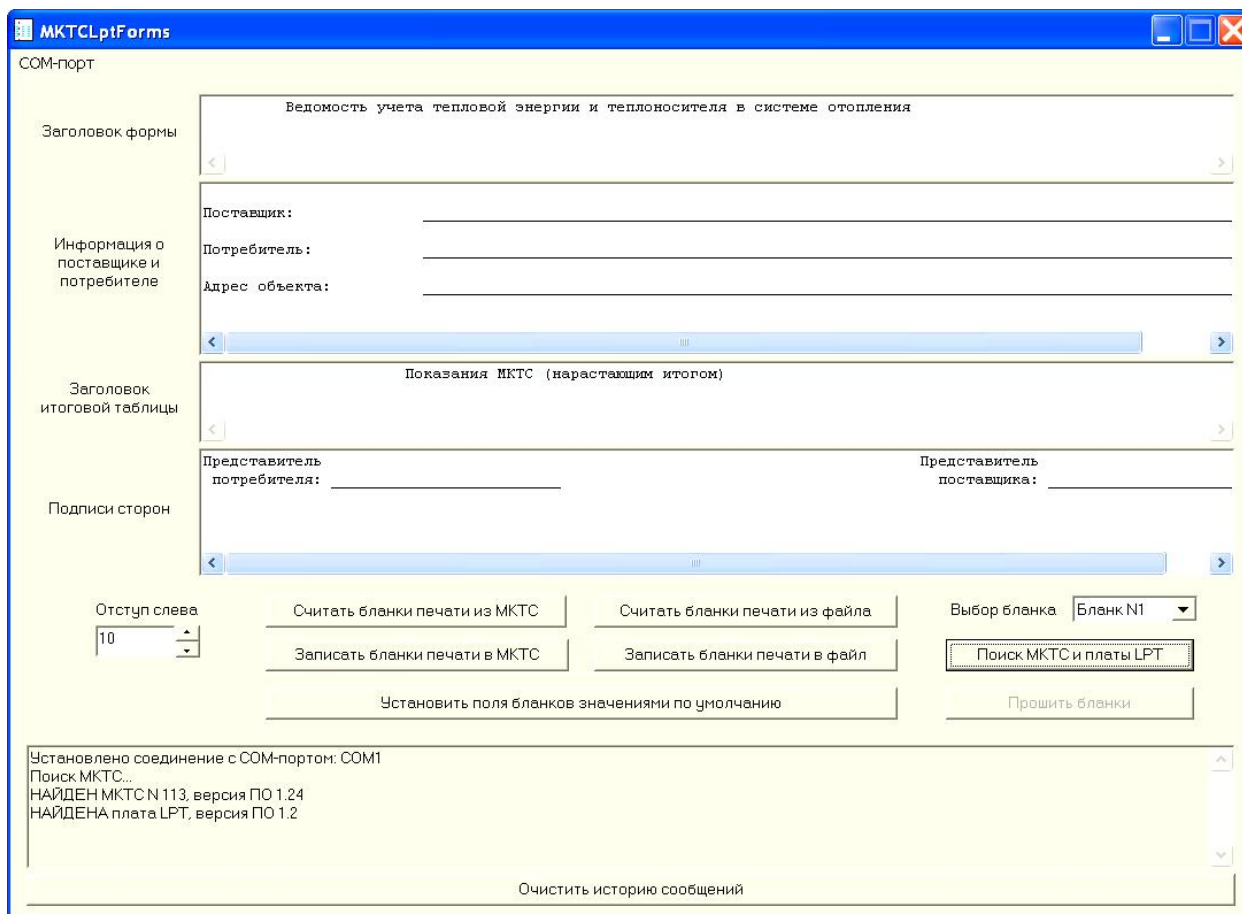

Рисунок 2.2.
С помощью программы *MKTCLptForms* можно редактировать изменяемые поля любого из 8 бланков и записывать их в УПП. Изменению подлежат следующие поля бланков печати (см. Рисунок 2.2):
2. Запустите на ПК программу **MKTCLptForms**. Программа должна автоматически связаться с СОМ-портом, выполнить поиск СБ МКТС и УПП, после чего выдать соответствующие сообщения в окно сообщений, расположенное внизу окна программы. В случае, если МКТС и УПП будут найдены, то будут подсвечены кнопки «Считать бланки печати из МКТС» и «Записать бланки печати в МКТС». Вид окна программы в этом случае приведен выше (см. Рисунок 2.2).